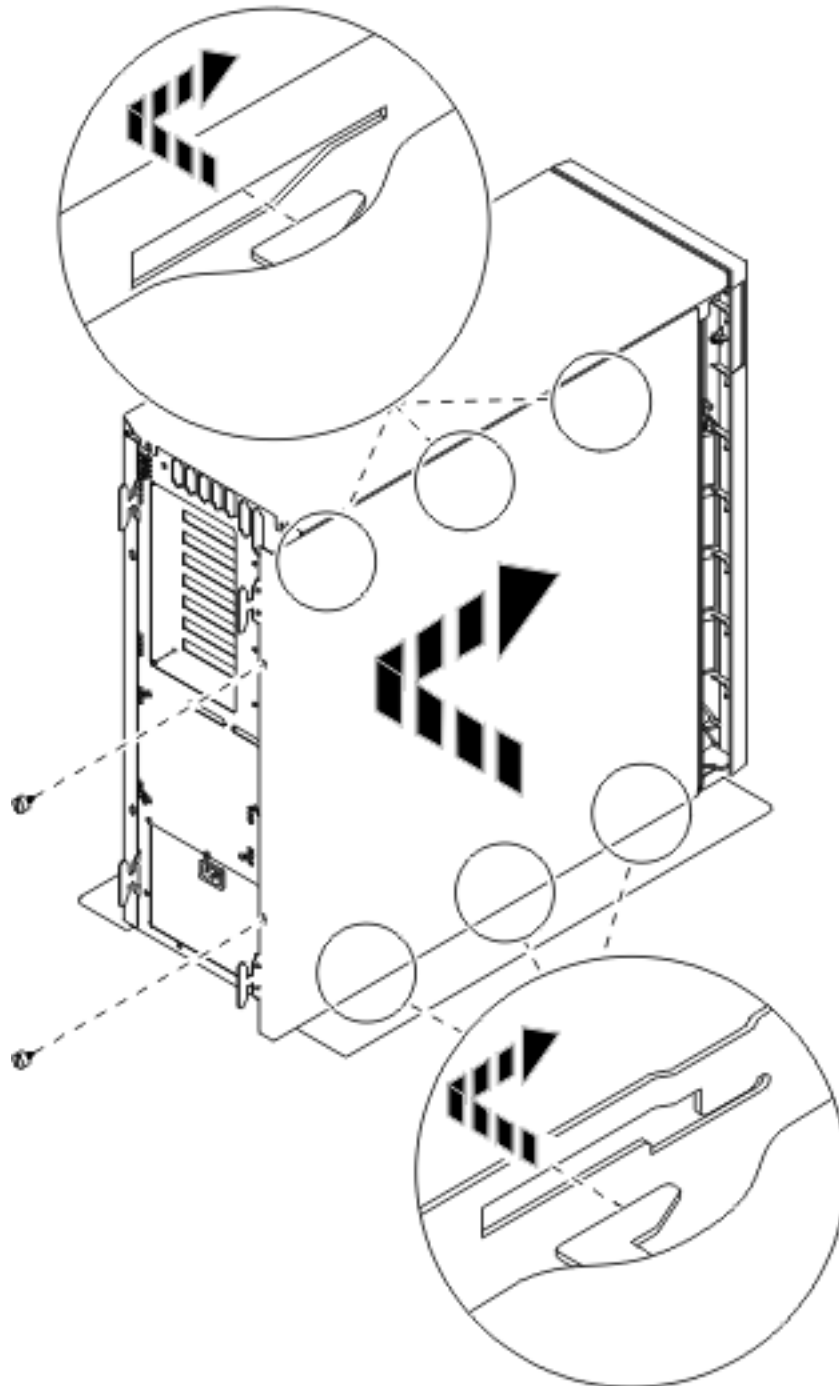

Figura 10. Colocar a cobertura traseira da unidade do sistema
2. A Figura 10 na página 22 exemplifica como colocar a cobertura lateral da unidade do sistema alinhando as patilhas nas extremidades superior e inferior. Exerça pressão para a frente para se certificar de que todas as